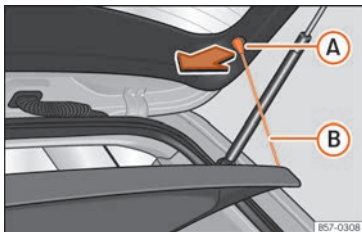

Abb. 116 Im Gepäckraum: Gepäckraumabdeckung aus- und einbauen.
- Hängen Sie die Haltebänder »» **Abb. 116** **(B)** aus den Aufnahmen **(A)** aus.
- Hängen Sie die Haltebänder »» **Abb. 116** **(B)** an der Heckklappe ein.